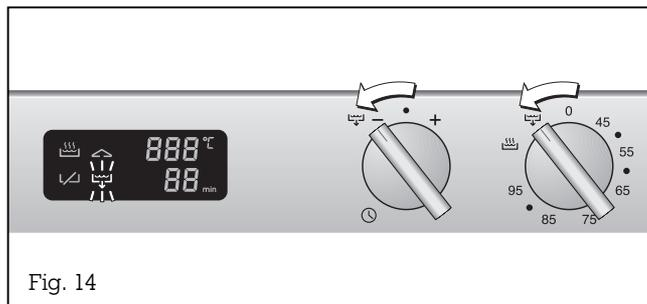

Fig. 14
- Girate la manopola di comando "Contaminuti" verso sinistra; portatela e mantenetela impegnata in questa posizione  (Fig. 14).